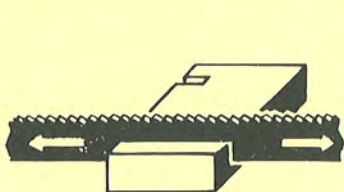

Fig. 1
- f) accompagnare con le mani i movimenti della cassetta, nel suo cambio di posizione sul piano (fig. 1).
Nota: Per effettuare un taglio perfettamente rettilineo, occorre educare la mano, le braccia e la vista eseguendo le prove preliminari indicate nelle figure 1 - 2 - 3 - 4; ed inoltre: